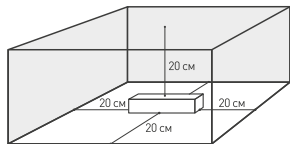

Рис. 1. Свободное пространство вокруг источника
- 4.3. Для естественной вентиляции обеспечьте не менее 20 см свободного пространства вокруг источника питания, как изображено на Рис. 1. При невозможности обеспечить свободное пространство используйте принудительную вентиляцию.